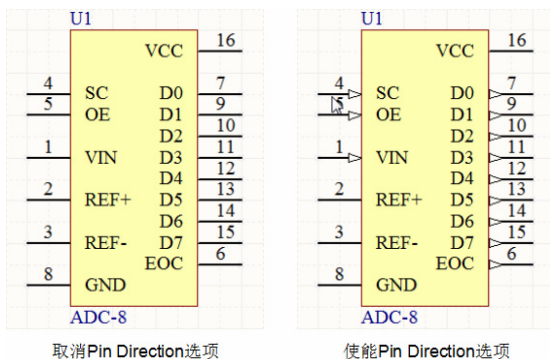

图 8-7 Pin Direction 选项的作用
8) Pin Direction (显示引脚方向): 在元件引脚上显示信号方向，如图 8-7 所示。